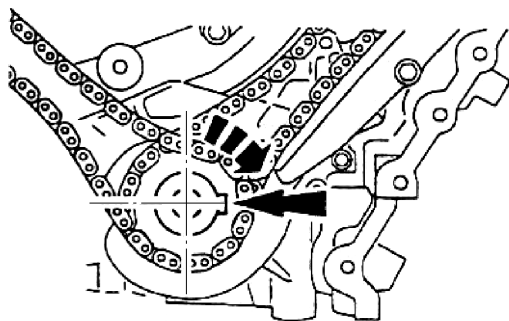

图 5-26 转动曲轴键槽到 3 点钟位置
3) 顺时针转动曲轴直到曲轴键槽转到 3 点钟位置, 见图 5-26。